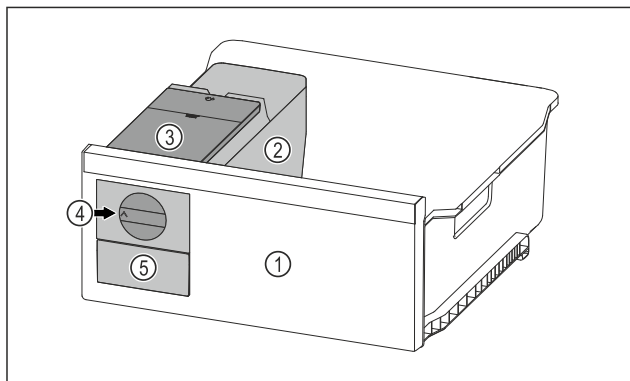

Fig. 123 Voorbeeld
- ▶ Draaiknop Fig. 123 (4) rechtsom tot aan de aanslag draaien.
- ▷ Ijsblokjes vallen uit de ijsblokjes-schaal in de ijsblokjeslade Fig. 123 (5).